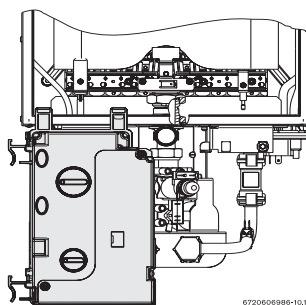

Fig. 2 Caseta de comandă poziția de reglare a alimentării cu gaz
- ▶ După îndepărtarea casetei de comandă, plasați-o în poziția indicată în fig. 2.